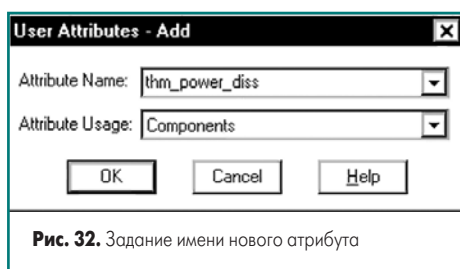

Рис. 32. Задание имени нового атрибута
64. В появившемся новом окне User Attributes — Add в поле Attribute Name введем имя атрибута thm_power_diss, в выпадающем списке Attribute Usage выберем строку Components и нажмем кнопку OK (рис. 32).